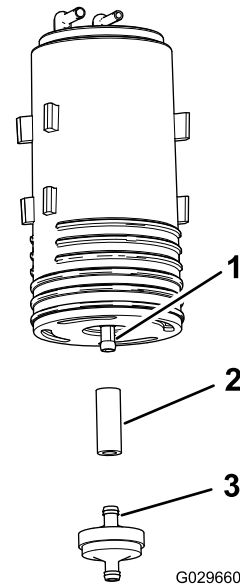

Bild 46
- Entfernen Sie den Aktivkohlefilter und den kurzen Abschnitt des Schlauchs vom unteren Anschlussstück des alten Aktivkohlefilters (Bild 46).
- Befestigen Sie den Schlauch am unteren Anschlussstück des neuen Aktivkohlefilters (Bild 46).
6. Setzen Sie das Anschlussstück des neuen Aktivkohlefilters in den Schlauch ein (Bild 46).